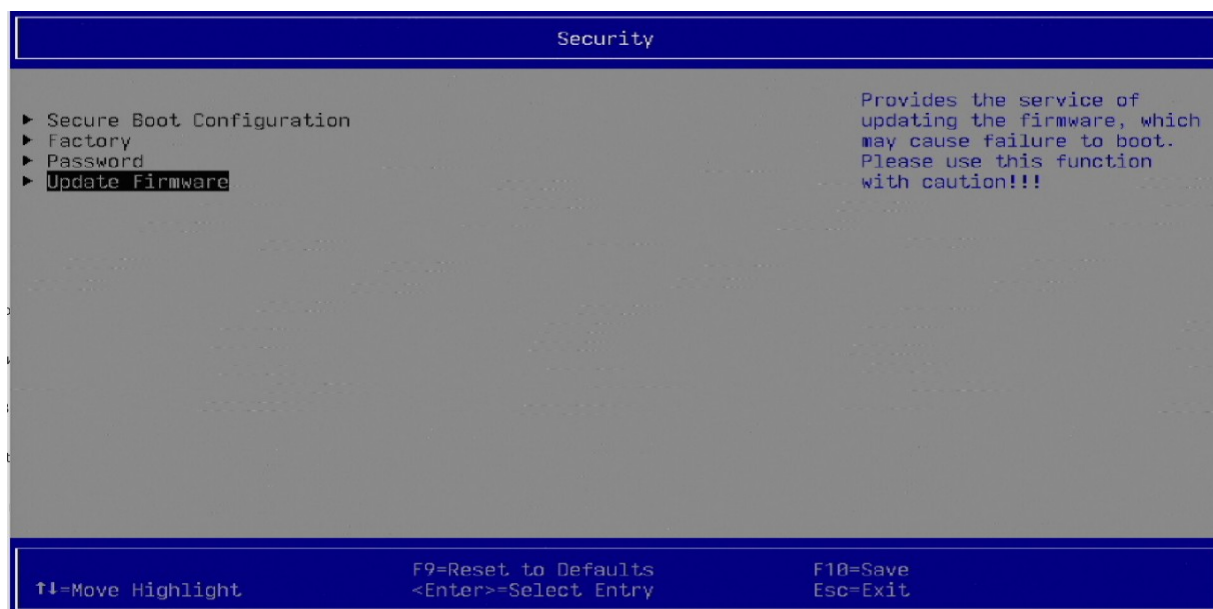

Рисунок 1 – Окно входа в Boot Manager
3. При загрузке нажмите «F2» для входа в меню **Setup Utility**. При этом откроется окно (рисунок 1).